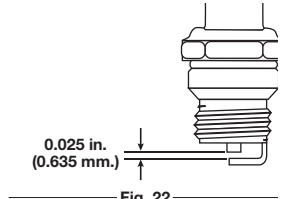

Fig. 22
3. Cambie las bujías que estén rajadas, sucias o deterioradas. Fije la separación de aire a 0,635 mm (0,025 pulgadas) utilizando un calibre (Fig. 22).